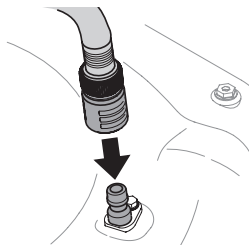

Figure 23
3. Branchez le tuyau d'arrosage et l'embout au gicleur sur le plateau de coupe. Voir Figure 23.